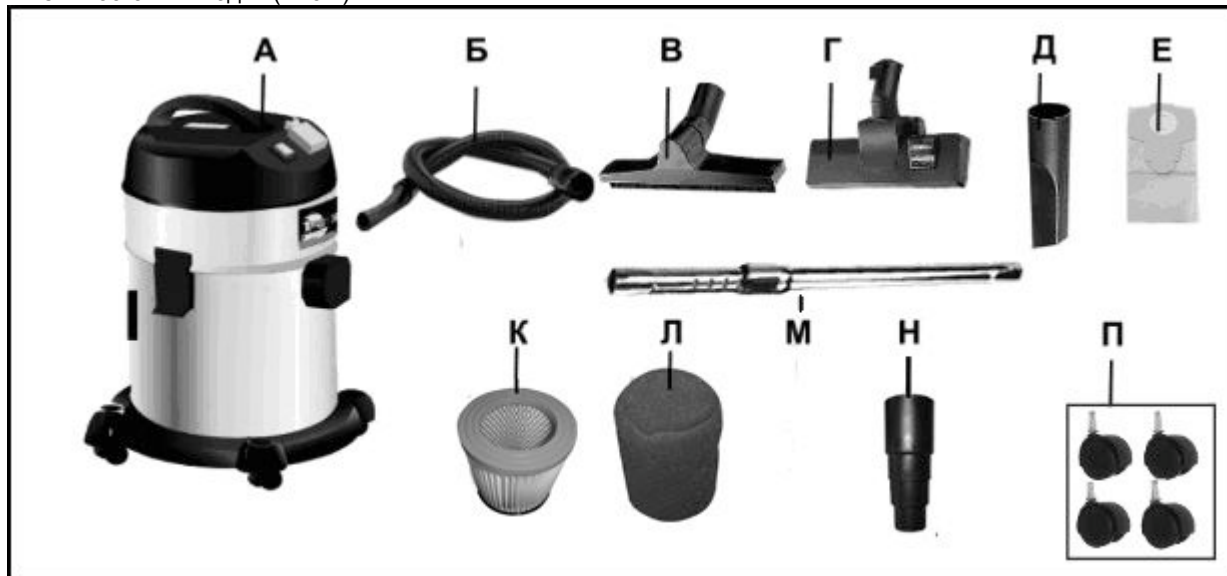

Рис.1.
3.1. В комплект поставки входит (Рис.1):